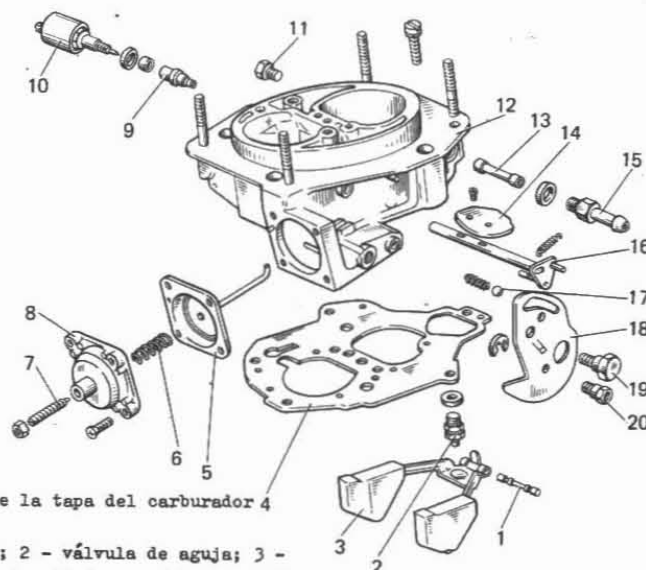

Fig. 2-104. Piezas de la tapa del carburador 4
- desaloje con cuidado con el mandril el eje 1 (fig. 2-104) del flotador 3 de los montantes y quítelo sin deteriorar las lengüetas del flotador;